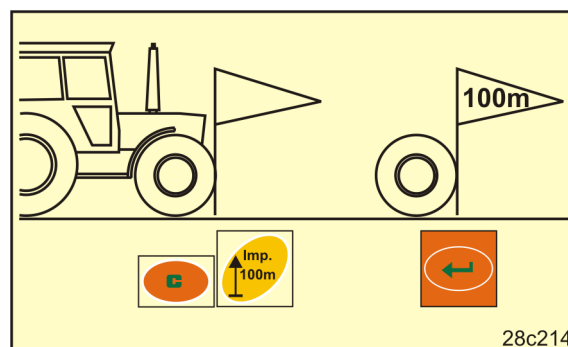

Fig. 19
2. Coloque o trator em posição de partida (Fig. 19) e o semeador em posição de trabalho (interrompe, eventualmente, a dosagem de sementes).